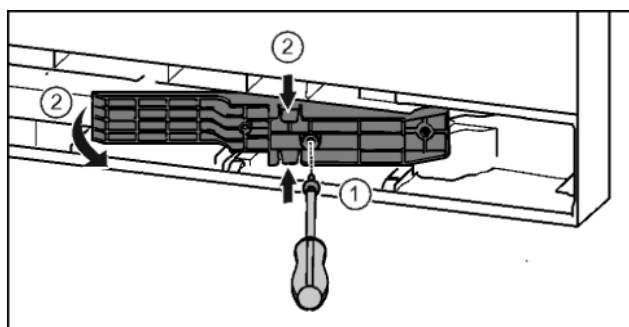

Fig. 21\*
- ▶ Отпустить винты отверткой T15. Fig. 21 (1)\*
- ▶ Извлечь деталь адаптера. Fig. 21 (2)\*